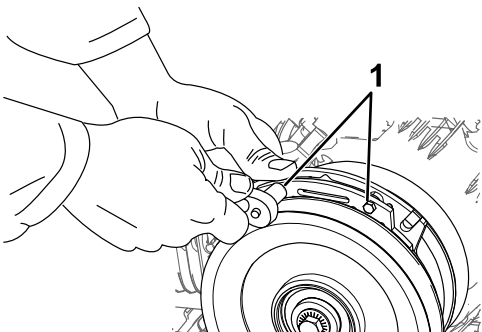

Figura 64
- A. Afloje ambos pernos de montaje del freno entre media y una vuelta, según se muestra en Figura 64.